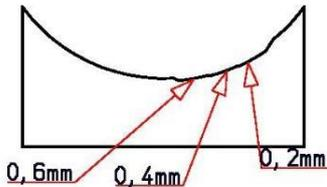

Abb. 12: Schnitttiefen an der Messerlehre
- > Lösen Sie die Messerschraube (2 – Abb.12) leicht.
- > Legen Sie die Messerlehre (4 – Abb.12) an den Fräskopf (1 – Abb.12) an und schieben Sie das Messer (3 – Abb.12) an die Messerlehre heran, bis es den eingekerbten Bereich berührt.